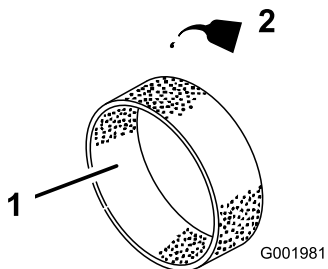

Figura 35
- Ponga 30–59 ml de aceite en el elemento (Figura 35).